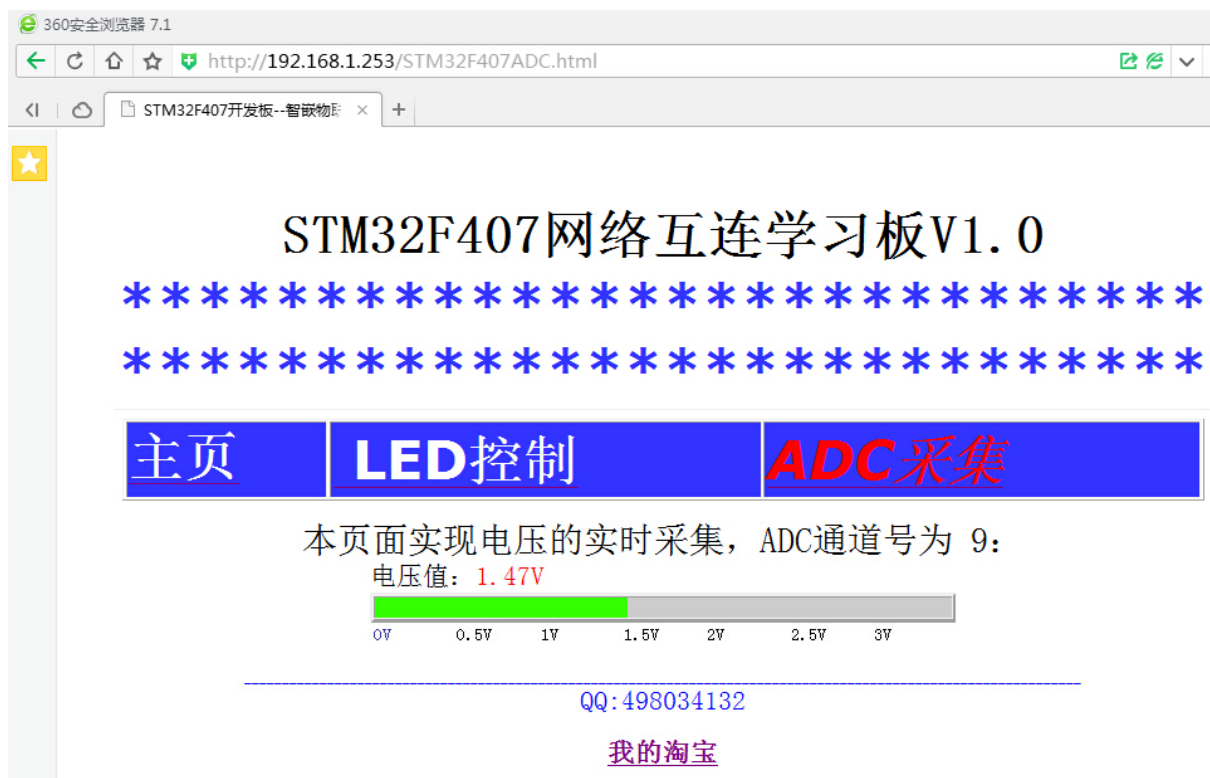

图 12 实验结果
- (1) 保证电脑的 IP 在 192.168.1.x 网段内，其中 x 不能为 253（因为 253 被开发板占用）。
- (2) 用 JLINK 将开发板和电脑连接，打开 HTTP 网页服务器实验工程，编译下载，运行。
- (3) 打开浏览器，在地址栏输入：http://192.168.1.253/
- (4) 可以看到运行结果如图 12 所示：